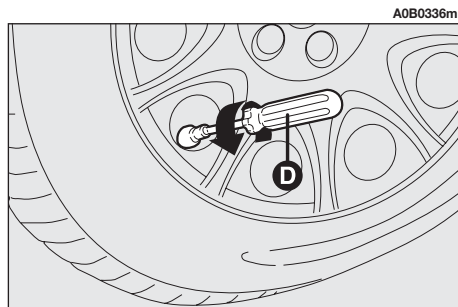

fig. 15
**3)** Dévisser le capuchon de la valve du pneu, enlever l'élément interne de la valve à l'aide de l'outil (**D-fig. 15**), en ayant soin de ne pas l'appuyer dans un endroit poussiéreux.